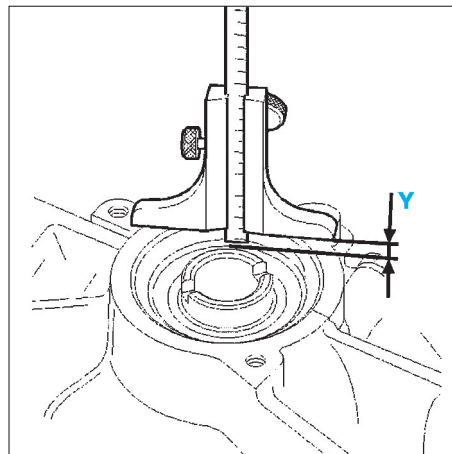

FIG. 2
- à l'aide d'une jauge de profondeur, mesurer la distance (Y) entre le plan de joint du carter et la bague extérieure du roulement (Fig.2).